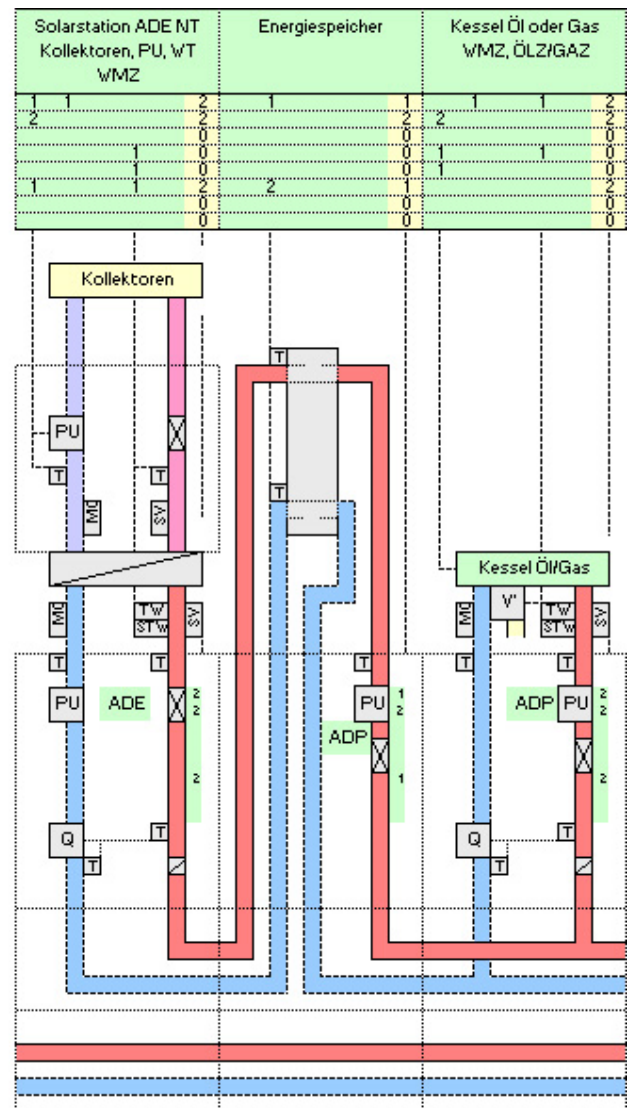

Bild 46
- 46. Kessel HT und SO-Station mit E-Speicher NT/HT in Parallelschaltung (Bild 46)**